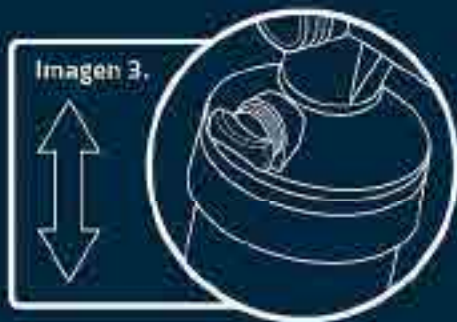

Imagen 3.
- Para usar el bombín en el modo acción doble (el bombín hinchará y deshinchará tanto en el movimiento ascendente como en el descendente) asegúrate de que el accesorio está fijado en la entrada girándolo hacia la derecha hasta que esté bien apretado. **Imagen 3** - Usa esta función cuando introduzcas/elimines un gran volumen de aire rápidamente.
- Para extraer el pie, pisa la base y gira el bombín hacia la izquierda usando el eje central del bombín. **Imagen 3**.